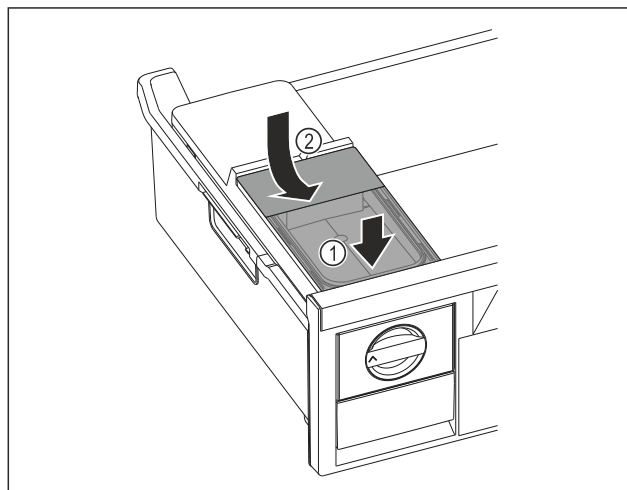

Fig. 98
- Elöl tegye fel a víztartályt. Fig. 98 (1)
- Hátról engedje le a víztartályt. Fig. 98 (2)